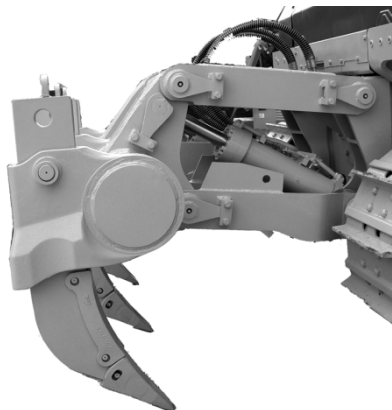

FIGURA 5-16
10. ENGRAXE TODAS AS ENGRAXADEIRAS DO RÍPER (VER A FIGURA 5-16)